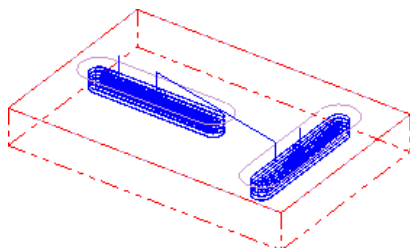

图 4.7.22 刀具路径
Step4. 设置连接参数。在“2D 刀路-槽铣刀”对话框的左侧节点列表中单击 **连接参数** 节点，在 **深度 (D)...** 文本框中输入值-10，其余采用默认参数。
Step5. 单击“2D 刀路-槽铣刀”对话框中的 **✓** 按钮，完成铣键槽加工参数的设置，此时系统将自动生成图 4.7.22 所示的刀具路径。
(1) 在“操作管理”中单击  刀具路径 - 29.6K - SLOT_MILL.NC - 程序号码 0 节点，系统弹出“刀路模拟”对话框及“刀路模拟控制”操控板。
(2) 在“刀路模拟控制”操控板中单击  按钮，系统将开始对刀具路径进行模拟，结果与图 4.7.22 所示的刀具路径相同，在“刀路模拟”对话框中单击  按钮。
Step2. 保存模型。选择下拉菜单  文件(F)   保存(S) 命令，保存模型。